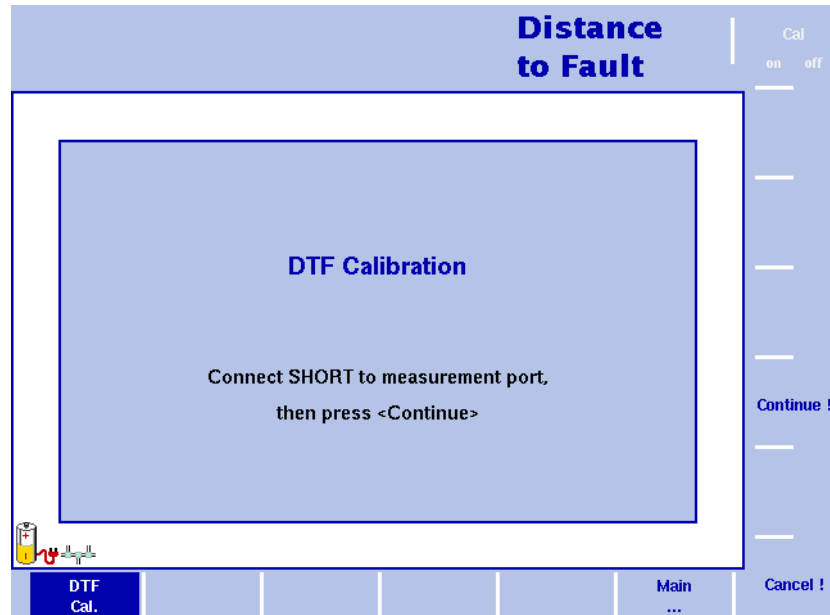

Figura 10 Menú de calibración DTF
- 3 El 9102 le guiará a través del proceso de calibración mediante mensajes en pantalla como el mostrado en la Figura 10. Cuando se le indique, conecte el conjunto de calibración al cable de extensión del puerto de prueba y pulse **Continue**. El proceso de calibración puede abortarse pulsando la tecla programable **Cancel !**.